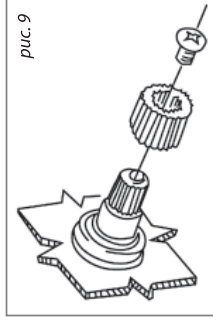

рис. 9
- Выберите соответствующий адаптер и установите его на штифт ручки. В случае, если ручка зафиксирована винтом, используйте этот винт снова для фиксации адаптера (рис. 9).